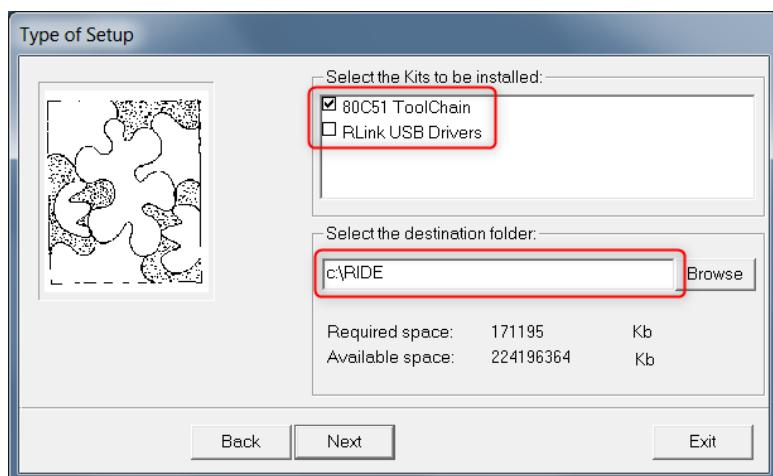

FIGURE 1 – Fenêtre de configuration de l'installation de Ride
3. Poursuivre l'installation jusqu'à la fenêtre donnée en figure 1 (clics sur les boutons `NEXT` ou `ACCEPT`).
4. Sur la fenêtre *Type of Setup* (voir figure 1) :